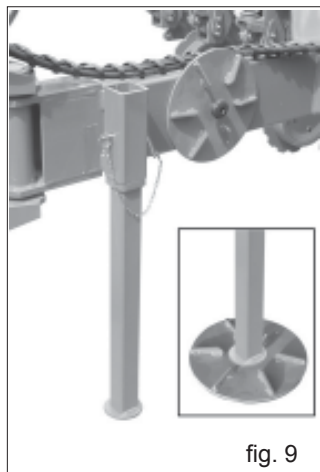

fig. 9
- 1) Abbassare i piedi di appoggio (Fig. 9).